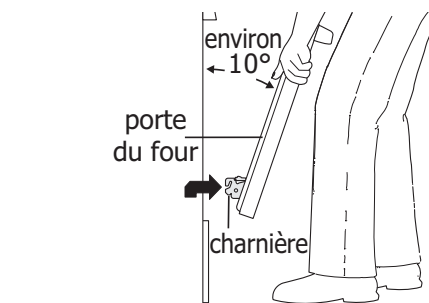

Figure 44 : Soutien de la porte pour la dépose
2. Tirer les verrous des charnières de gauche et de droite complètement vers le bas du cadre de four, vers la porte du four (voir Figure 44). Il peut être nécessaire d'utiliser un tournevis plat.
4. Pousser les verrous de charnière vers le haut et de part et d'autre du cadre de four à la position de verrouillage (voir Figure 44).